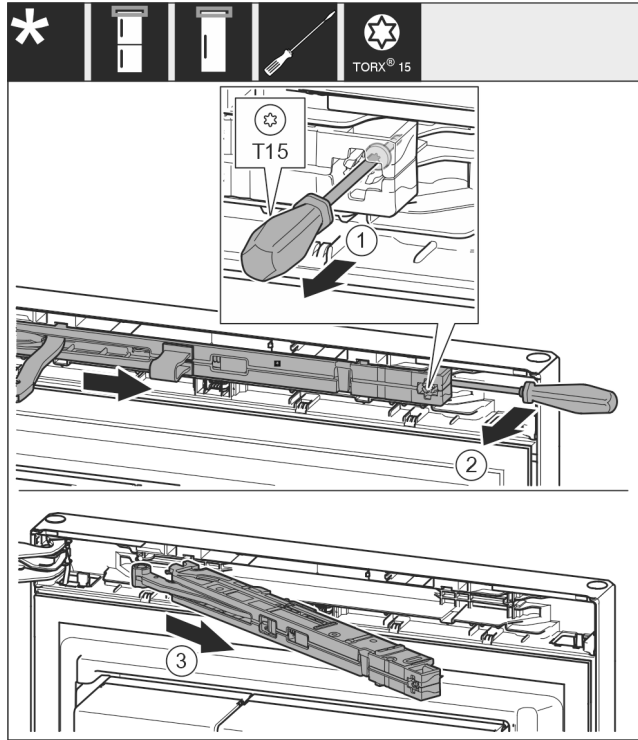

Fig. 8
- A záráscsillapító egységnél T15 csavarhúzóval kb. 14 mm mértékben engedje ki a csavart. Fig. 8 (1)
- Nyúljon a markolat felőli oldalról csavarhúzóval a zárás-csillapító egység mögé, és forgassa előre az egységet. Fig. 8 (2)
- Húzza ki a záráscsillapító egységet. Fig. 8 (3)